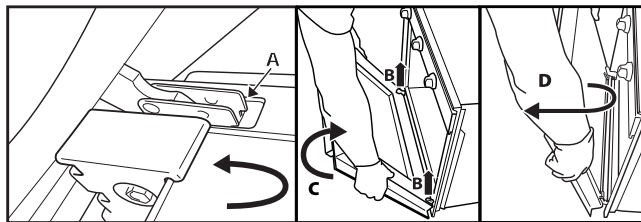

Fig.2
3. Chiudere la porta fino al fermo (A), sollevarla (B) e ruotarla (C) finché non si sgancia (D) (fig. 2).